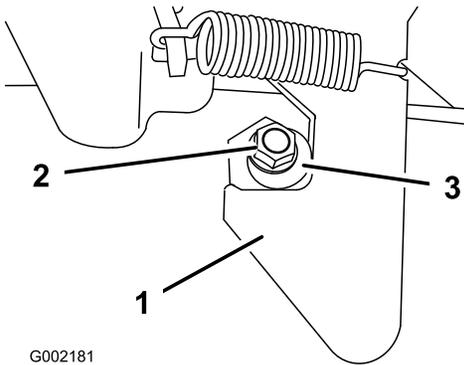

Рисунок 55
1. Ослабьте затяжку контргайки в конце стойки фиксатора (Рисунок 55).
2. Поворачивайте стойку фиксатора по часовой стрелке до тех пор, пока она не будет плотно прижата к крючковой части фиксатора (Рисунок 55).